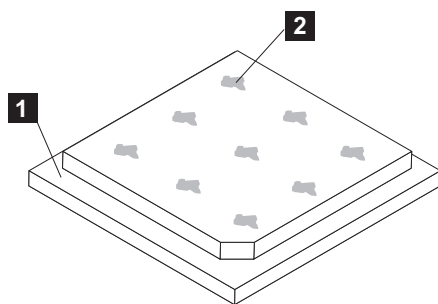

Figura 313. Aplicando pasta térmica no microprocessador do SAN Volume Controller 2145-CG8 ou 2145-CF8
- e. Use a seringa de graxa térmica para colocar nove pontos uniformemente espaçados de 0,02 ml cada na parte superior do microprocessador, conforme mostrado na Figura 313. Os dots ultraperiféricos devem estar dentro de aproximadamente 5 mm da extremidade do microprocessador para assegurar uma distribuição uniforme da graxa.